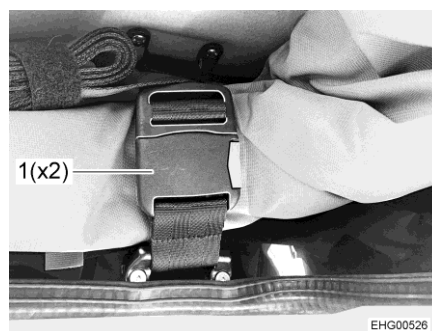

Bild 36 Gurtschloss
- Beide Gurtschlösser (Bild 36,1) öffnen.